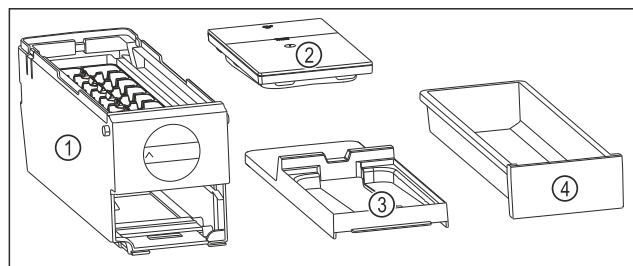

Fig. 145 Componenti dell'EasyTwist-Ice
- L'EasyTwist-Ice è scomposto in quattro parti. (vedere Fig. 145)
- Smontare l'EasyTwist-Ice scomponendo solo gli elementi rappresentati in figura. (vedere Fig. 145)
- Pulire l'intero corpo dell'EasyTwist-Ice Fig. 145 (1).